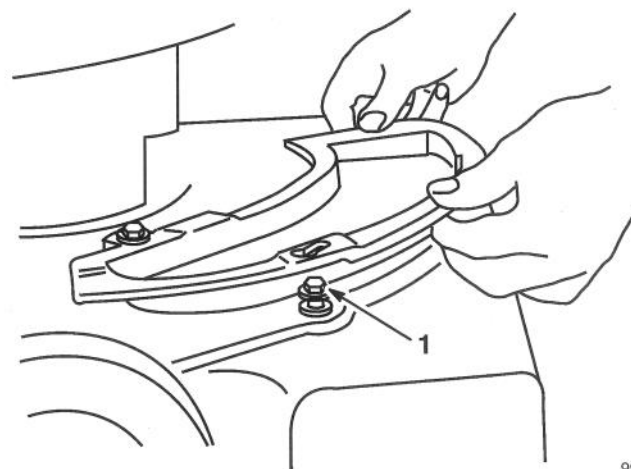

Figure 5
3. Les deux boulons à épaulement du carter de la tondeuse dépassent des trous oblongs de l'obturateur et n'ont pas besoin d'être desserrés ou retirés. L'obturateur se déplace sur les têtes de ces boulons (Fig. 5).